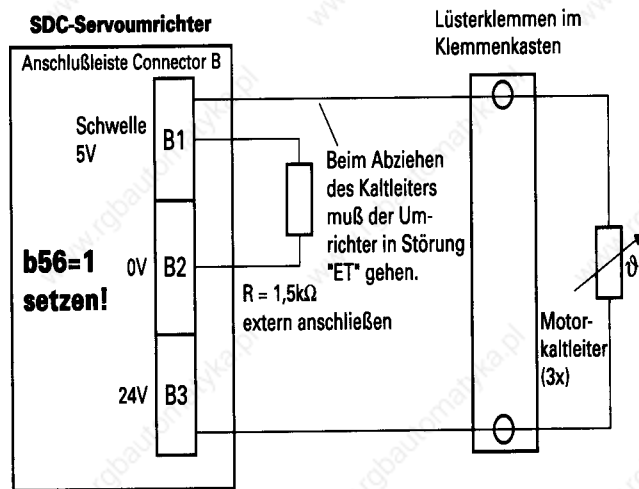

Abb. 5 Kaltleiteranschluß im Klemmenkasten
- **Kaltleiteranschluß im Klemmenkasten (Lüsterklemmen).** Die Verbindung mit dem Servoumrichter erfolgt mittels eines geschirmten Kaltleiterkabels. Der umrichterseitige Anschluß des Kaltleiters ist in Abb. 5 dargestellt.